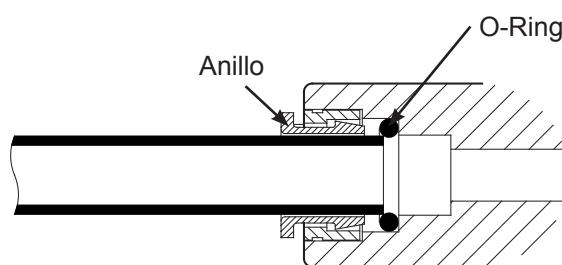
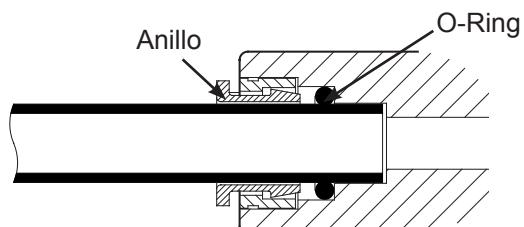

FIG. 16
FIG. 17
1. Introducir el tubo en el racor hasta que penetre en la junta tórica. Seguir presionando hasta que el extremo del tubo se apoye contra el extremo del racor. Cf Fig. 17. El error corriente consiste en dejar de presionar cuando el tubo penetra en la junta tórica. Cuando el tubo de 1/4" (6,35 mm) esté introducido completamente, debe haber penetrado 1,7 cm en el interior del racor. Cuando el tubo de 3/8" (9,5 mm) esté completamente introducido, debe haber penetrado 1,9 cm en el interior del racor. Es posible marcar estas longitudes con ayuda de cinta adhesiva o de un rotulador. Cf Fig. 16 & 17.
- Introducir correctamente el tubo en el anillo. Cf Fig. 16 y 17.
- Introducirlo profundamente en el racor del grifo. Es un racor rápido. Cf Fig. 16 y 17.
- Introducirlo profundamente en el racor rápido con el diámetro apropiado (1/4") denominado «Racor tubos» (Fig. 20). Cf Fig 16 y 17.
- Cortar uno de los extremos del tubo en ángulo recto e introducirlo en la parte 3/8" del racor tubos. Cf Fig 16 y 17.